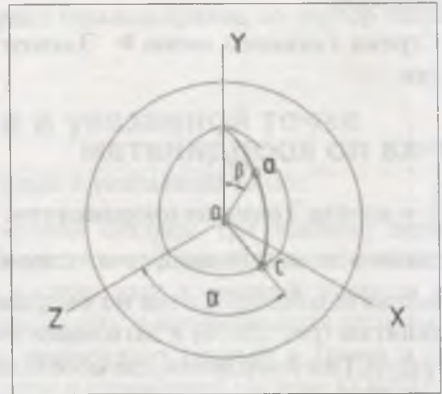

Рис. 20.18. Построение точки
-  — **Сферическая**. Начало сферической системы координат  $R, A, B$  совпадает с началом координат точки (рис. 20.18). Значение координаты  $A$  определяет азимутальный угол (альфа). Он отсчитывается в плоскости  $XY$  от оси  $X$  против часовой стрелки. В плоскости  $XY$  проводится луч  $AC$  под азимутальным углом к оси  $X$ . Значение координаты  $B$  определяет зенитный угол (бета). Он отсчитывается от оси  $Z$  в плоскости, которая проходит через ось  $Z$  и луч  $OC$ . Значение координаты  $R$  определяет расстояние от точки до начала координат;